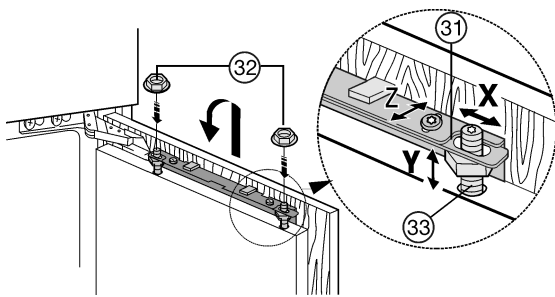

Fig. 20
- ▶ Möbeltür auf die Justagebolzen Fig. 20 (33) einhängen und Kontermuttern Fig. 20 (32) locker auf die Justagebolzen schrauben.
- ▶ Möbeltür in der Höhe und seitlichen Neigung ausrichten: Justagebolzen Fig. 20 (33) mit einem Schraubendreher einstellen.
- ▶ Kontermuttern Fig. 20 (32) anziehen.